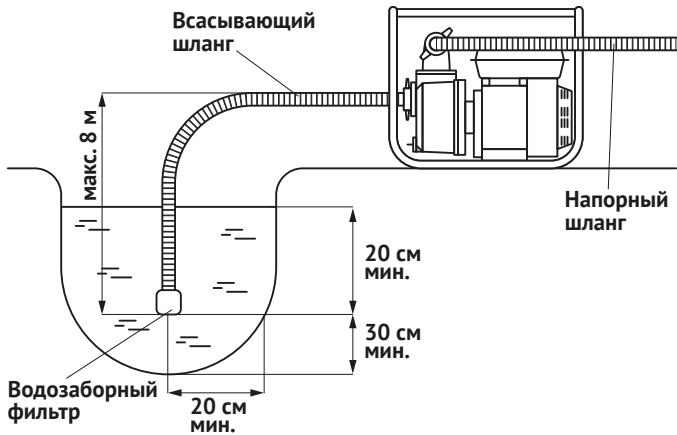

Рис. 10
2. Установите мотопомпу на горизонтальной, ровной и устойчивой поверхности, чтобы исключить её самопроизвольное перемещение при эксплуатации (рис. 10).
- Следите за состоянием и соблюдением правильного положения всасывающего шланга (рис. 10).